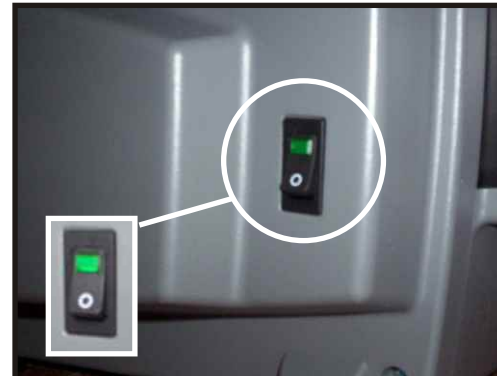

FIGURA 12. Localización del Interruptor de apagado/encendido
1. Asegurese de que el interruptor del equipo este en posición de apagado. Ver Figura 12